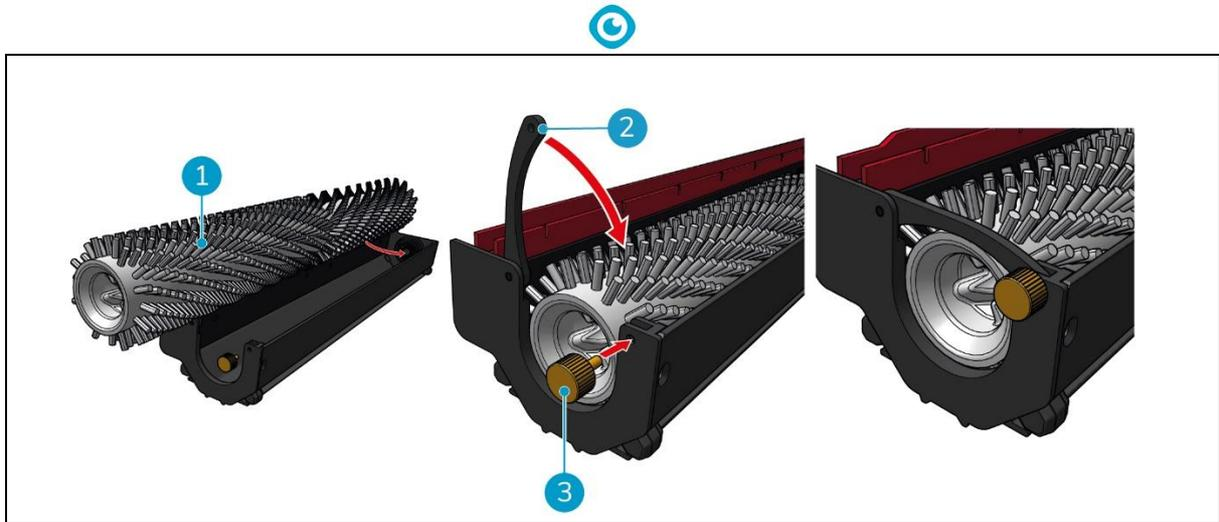

Figure 37
4. Remplacer la brosse du rouleau (Figure 37, pos. 1) dans le support. Veillez à ce que le balai repose correctement dans le support !
5. Fermer le levier (Figure 37, pos. 2) et serrer la vis (Figure 37, pos. 3) dans le sens des aiguilles d'une montre.